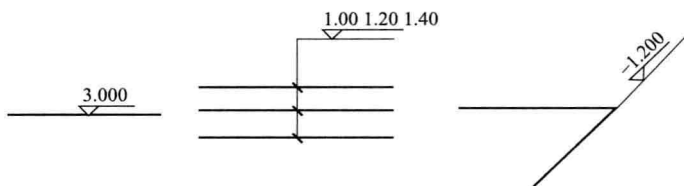
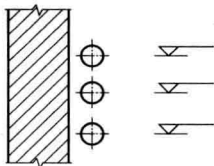

图 1-1 平面图与系统图中管道标高的标注
图 1-2 剖面图中管道标高的标注
③ 标高的表示 标高是标注管道或建筑物高度的一种尺寸形式。标高符号的形式见图 1-1。标高符号用细实线绘制，三角形的尖端画在标高引出线上，表示标高位置，尖端的指向可向下，也可向上。剖面图中的管道标高按图 1-2 标注。